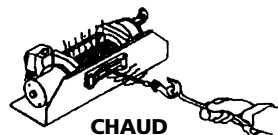

Figure 19
**N'EMBOBINEZ PAS PAR LE DESSUS.** Lors de l'enroulement du câble, le tambour doit tourner dans le sens horaire, lorsque vous le regardez à partir du côté moteur. Travailler contre le frein provoquera une accumulation de chaleur qui peut être transférée au câble (Fig. 19). **NE DÉROULEZ PAS PLUS DE 20 PIEDS (6 M) DE CÂBLE ET NE FAITES PAS MARCHER LE TREUIL PENDANT PLUS DE 1 MINUTES.**